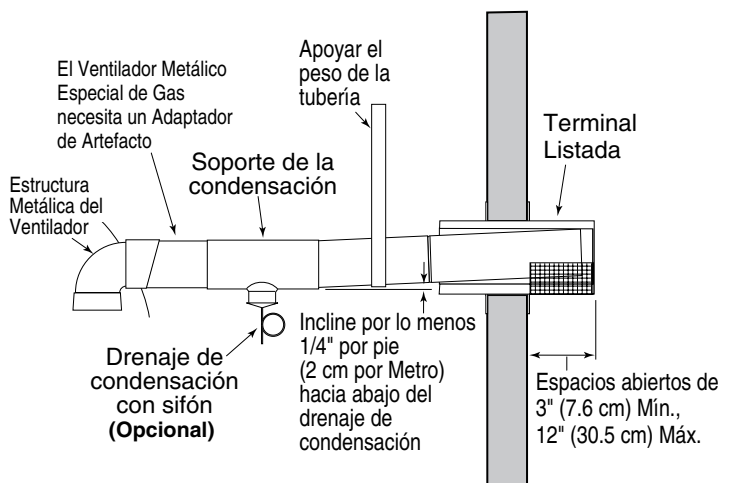

Figura 23.
- Por lo menos a 0.1 metros y como mucho a 0.3 metros fuera de la pared (ver Figura 23), siguiendo las instrucciones del fabricante del ventilador